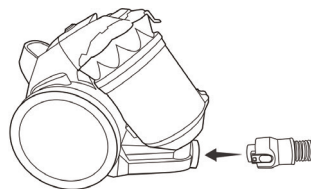

Рис. 3
- Вставьте наконечник (23) гибкого шланга (29) в воздухозаборное отверстие (24) до срабатывания фиксатора (22).
- Для снятия гибкого шланга (29) нажмите на фиксатор (22) и выньте наконечник (23) из воздухозаборного отверстия (24) (рис.3).